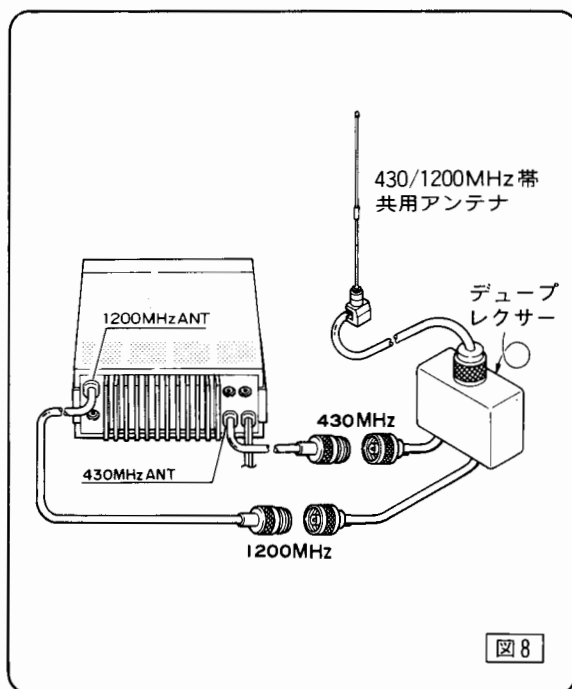

図8
② 共用アンテナに接続する場合(図8)
- ① 430MHz帯、1200MHz帯共用アンテナを使用する場合は430MHz、1200MHz帯用デュプレクサーが必要になります。